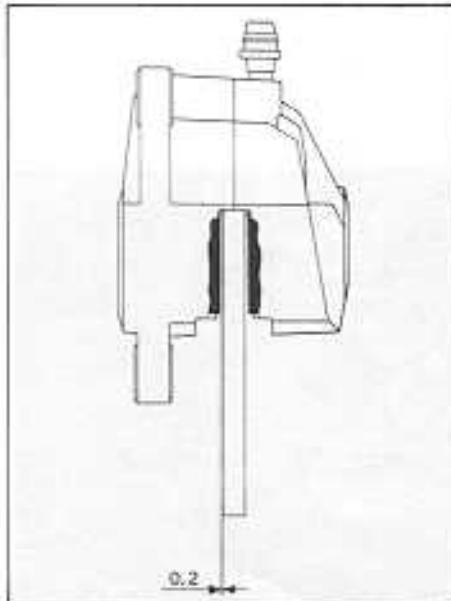

Fig. 196
- Qualora si noti un surriscaldamento della pinza, controllare che, con il comando del freno a riposo, tra pasticca e disco vi sia il gioco prescritto di 0,2 mm; un gioco diverso può essere causato da cattivo funzionamento della pinza e delle guarnizioni di tenuta (Fig. 196).
- If the caliper overheats, check that there is the specified clearance (0.2 mm) between pad and disc, using a feeler gauge. If the clearance differs from the specified value, this can be caused by faulty caliper operation and damaged gaskets (Fig. 196).